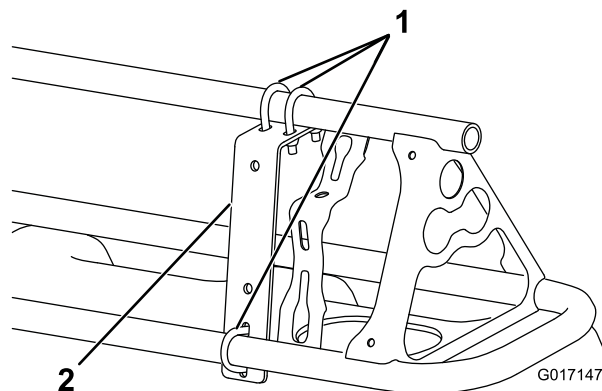
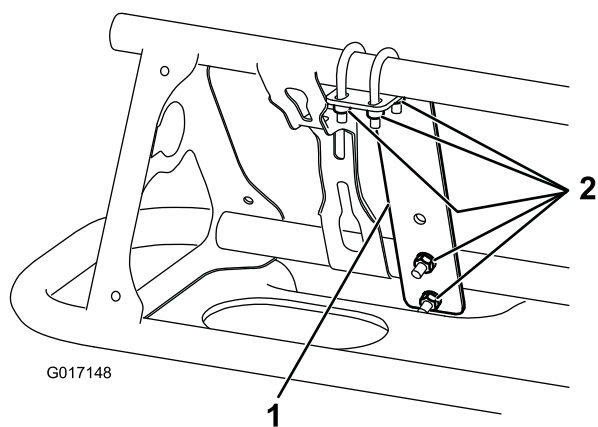

Figura 8
Figura 9
1. Instale um suporte de montagem na parte da frente de cada rampa perto do bico mais exterior com 3 cavilhas em U e 6 porcas de bloqueio (1/4 pol.) (Figura 8 e Figura 9).